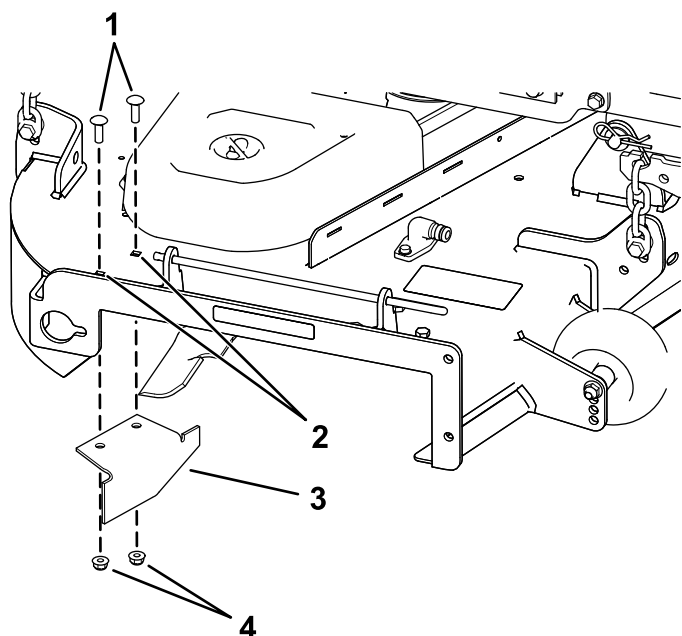

Рисунок 19
- Найдите отсекающий дефлектор в пакете с отдельными деталями, снимите крепежные детали в задних отверстиях пластины выброса и установите дефлектор в месте расположения отверстия бокового выброса деки газонокосилки (Рисунок 19).